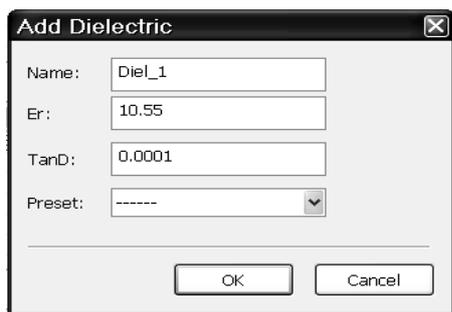
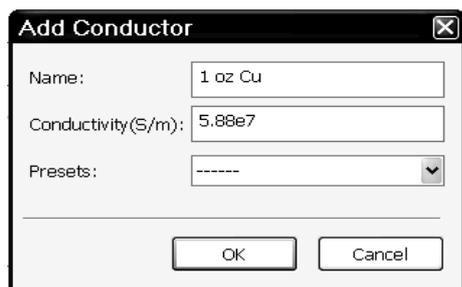

Рис. 5.74
Рис. 5.75
- На вкладке **Material Defs** щёлкните по кнопке **Add** для диэлектрического слоя и в открывшемся окне (рис. 5.74) в поле **Name** введите **Del_1**, в поле **Er** введите **10.55**, в поле **TanD** введите **0.0001** и нажмите **OK**. Щёлкните по кнопке **Add** для слоя проводника. В поле **Name** введите **1 oz Cu**, в поле **Conductivity(S/m)** введите **5.88e7** и нажмите **OK** (рис. 5.75). Аналогично добавьте материалы проводников с именем **Aluminum** и проводимостью **3.78e7**, с именем **Resist** и проводимостью **6.7e4**. Щёлкните по кнопке **Add** для импеданса. В поле **Name** введите **Omega Ply**, в поле **Low frequency resistance** введите **50** и нажмите **OK**.